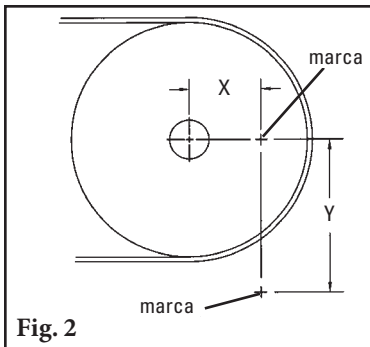

Fig. 2
2. **Trace las medidas en la pared del chute.** Tome la medida X horizontalmente desde el centro del eje de la polea y marque. (NOTA: tal vez sea más fácil si coloca un nivel en la parte superior del eje de la polea, traza una línea horizontal y luego mide la mitad del diámetro del eje y traza una línea desde la parte delantera del eje. Ahora reste la mitad del diámetro del eje de la coordenada X, mida en la línea y haga una marca). Después mida verticalmente la medida Y y marque. Esta es la posición correcta del eje central del limpiador (Fig. 2). Trace y marque las mismas medidas en el otro lado.